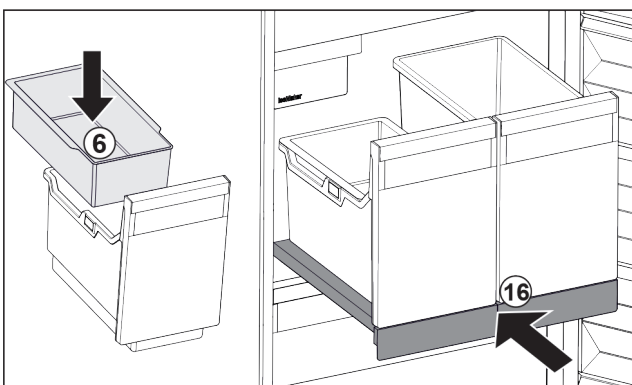

Fig. 201
- ▶ Einhängeschale Fig. 201 (6) für Eiswürfel einsetzen.
- ▶ Auszugsbord mit Behälter (IceTower) einschieben. Fig. 201 (16)